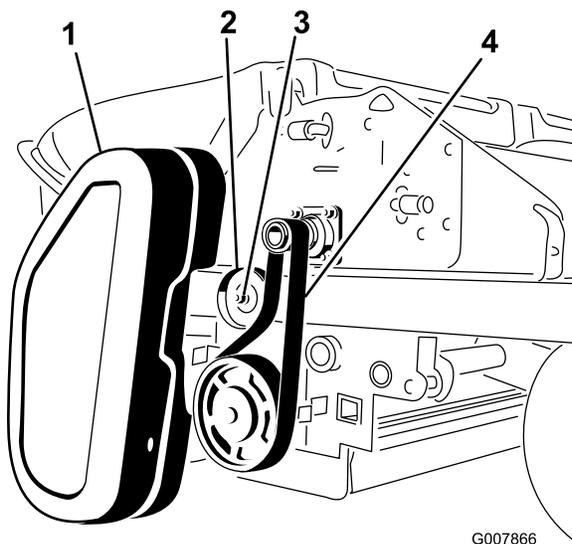

Figura 59
1. Retire la cubierta de la correa (Figura 59).
2. Afloje la tuerca de la polea tensora (Figura 59).
3. Retire la correa del eje de la picadora y de la polea del cepillo (Figura 59).